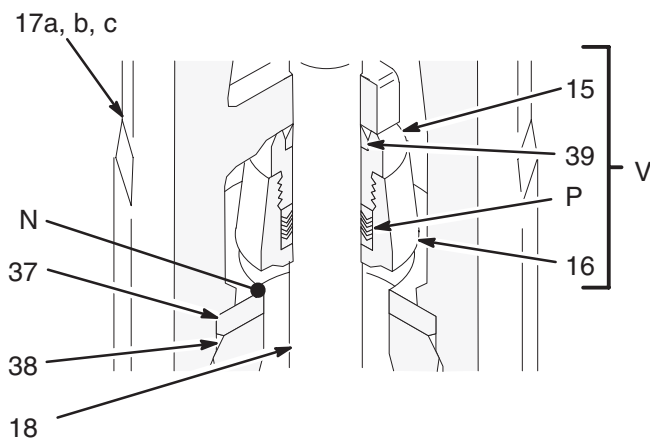
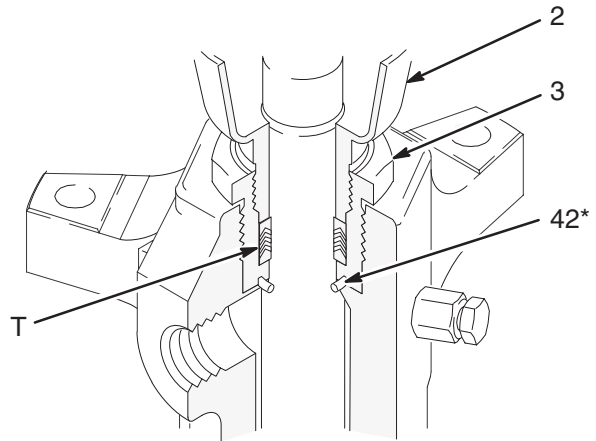

Fig. 7
Fig. 10
**NOTA:** Estas instrucciones se aplican al caso de que se separe la bomba por la unión A. En caso de que se separe por las uniones B o C, desarme la bomba por la unión correspondiente, coloque el alojamiento de admisión (17) en un torno de banco y continúe con el paso 5.
5. Desenrosque el alojamiento de la válvula de admisión (17) del cilindro (10). Extraiga el alojamiento de la bomba. El conjunto de la válvula de retención de admisión (V, vea la Fig. 7) debería deslizarse bajando por el vástago del pistón de cebado (18) a medida que extrae el alojamiento; si no se desliza fácilmente, aflójele golpeando firmemente la parte superior del alojamiento (17) con una maza de goma.
- Extraiga el asiento de admisión (37) y la junta (38) situados en el fondo del alojamiento de la válvula de admisión (17). Tenga cuidado de no dejar caer el conjunto de la válvula de retención (V) a media que se libera, y sepárelo para utilizarlo más adelante. Vea la Fig. 7.
**NOTA:** Si resulta difícil desmontar el asiento (37), introduzca un martillo y una varilla de latón a través de la parte superior del alojamiento (17) y extraiga el asiento.
- Utilizando la maza de goma, extraiga la base de varilla (1) y el vástago del pistón de cebado (18) del alojamiento de salida (9) y del cilindro (10). Inspeccione las superficies externas de las varillas en busca de daños, pasando un dedo sobre la superficie.
- Desenrosque la tuerca prensaestopas (2). Desenrosque el alojamiento de empaquetaduras (3) y extraiga la junta (42). Extraiga los casquillos y las empaquetaduras (T) del cuello de la base. Vea la Fig. 10.
13. Para desmontar el conjunto de la válvula de retención de admisión (V), coloque el cuerpo de la válvula de admisión (16) en un torno de banco y desenrosque la tuerca prensaestopas (15). Extraiga la junta (39) de la tuerca, y los casquillos y las empaquetaduras (P) del cuerpo de la válvula. Inspeccione las superficies de acoplamiento (N) del cuerpo de la válvula de admisión (16) y del asiento (37) en busca de daños y desgaste. Vea las Fig. 7 y 13.
**NOTA:** La junta (39) está montada a presión en la tuerca (15) y puede ser necesario cortarla para facilitar el desmontaje.
14. Desenrosque completamente el tapón de la válvula de drenaje (20) del cuerpo de la válvula (29). Limpie las roscas de la válvula y el orificio de purga. No es necesario desmontar el cuerpo de la válvula del alojamiento de salida de la bomba (9).